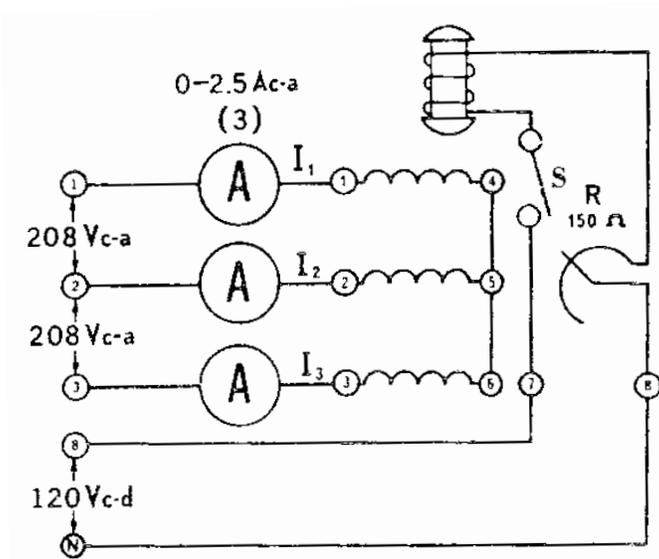

Figura 7-1.
1. El motor síncrono es el adecuado para impulsar el generador de c-d, debido a su velocidad constante de operación. Conecte el circuito que aparece en la **Figura 7-1**, usando los **Módulos EMS de fuente de alimentación, medición de c-a y motor síncrono**.